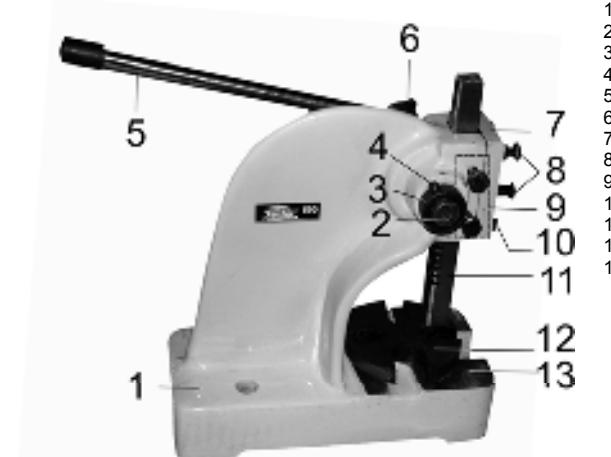

Рис.2
5.1. Пресс состоит из следующих сборочных единиц и деталей (Рис.2):
7. СБОРКА (Рис.2)
Закрепите пресс на прочной и устойчивой рабочей поверхности верстака с помощью болтовых соединений (не комплектуется) через отверстия в основании 1 (Рис.2).
4 10. РЕГУЛИРОВКИ (Рис.2)
12.2. Смазка (Рис.2)